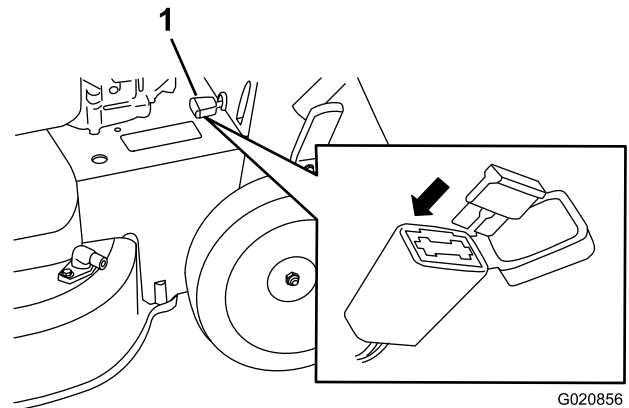

Figura 33
1. Abra el portafusibles sellado y cambie el fusible (Figura 33).